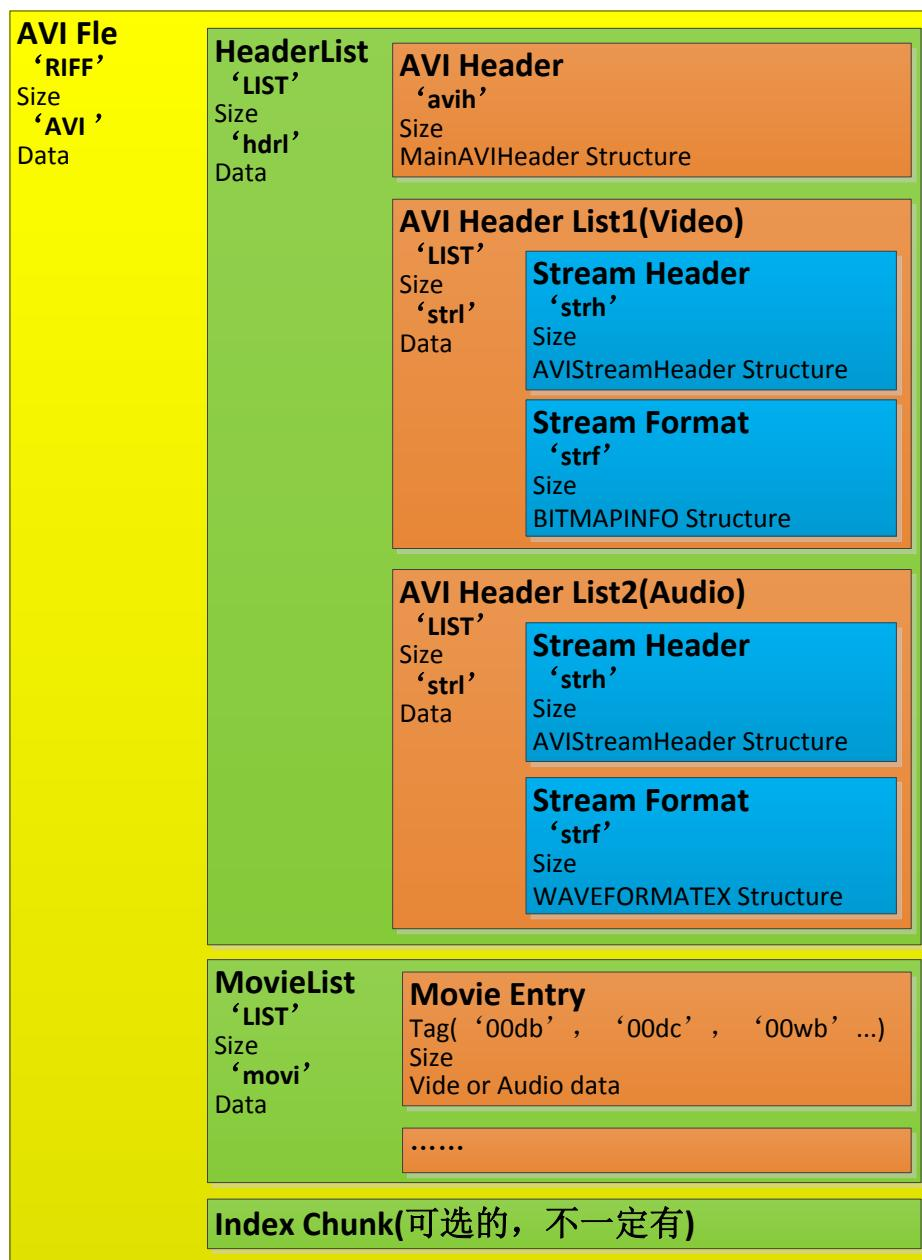

图 50.1.1.1 AVI 文件结构图
- 接下来，我们详细介绍下 AVI 文件的各子块构造，AVI 文件的结构如图 50.1.1.1 所示：